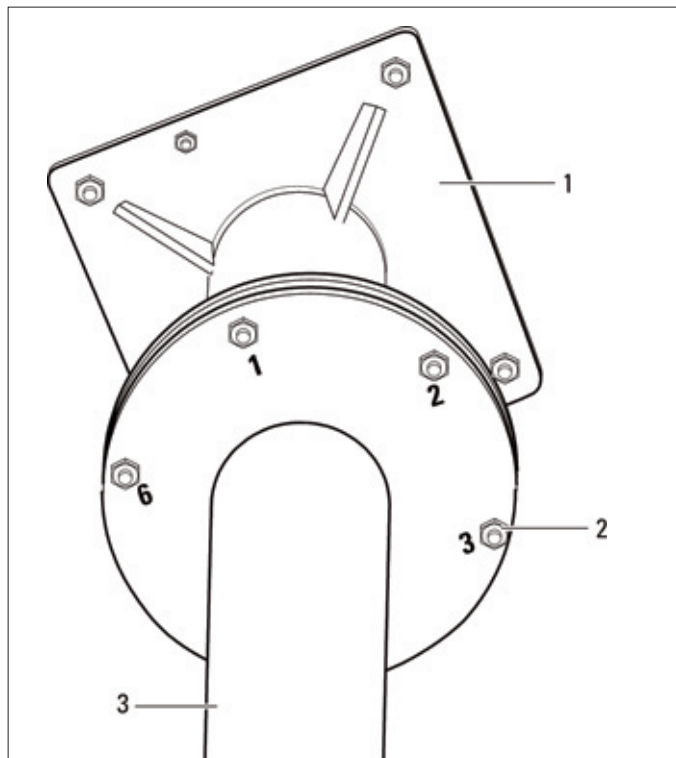

Bild 1
⇒ Mini Mount (3) an Decke fahren und an Konsole/Deckenplatte (1) provisorisch mit 6 M12-Muttern (2) befestigen (Bild 1).